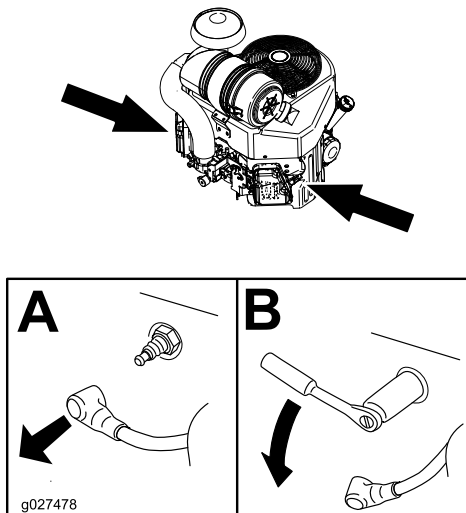

Figura 32
3. Localize e retire a(s) vela(s) de ignição como se mostra em Figura 32.